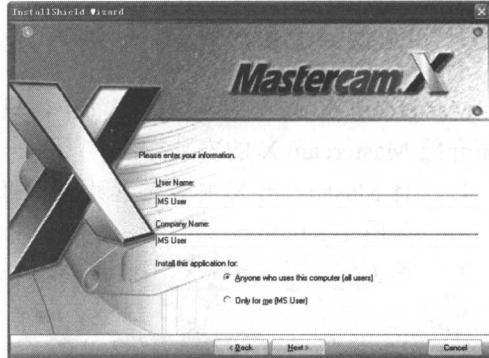

图1-6
5. 单击 **Next >** 按钮出现安装界面 3，在此界面中可以输入使用者姓名和公司名称，如图 1-6 所示。